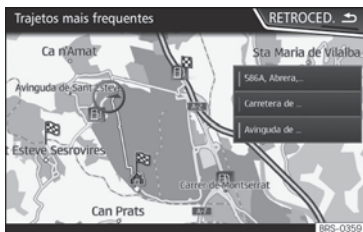

Fig. 169 Navegação preditiva
- No ecrã principal do Menu de navegação, pressione na janela emergente a tecla **TRAJETOS FREQ.**. Para visualizar os trajetos habituais pressione o botão **Ver no mapa** >>> Fig. 169.